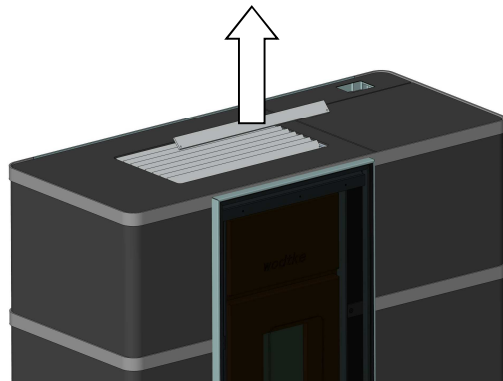

Abb. 7: Entnahme Lamellen
1. Die Lamellen entnehmen (Abb. 7).